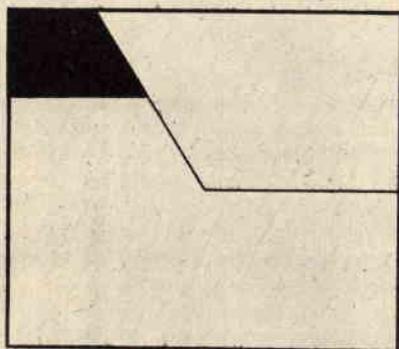

Fig. 2
Ricavare dalla tavola gli elementi del mobiletto è facilissimo. E infatti sufficiente riportare in scala sul legno il disegno della figura e tracciare con un gessetto o una matita, le linee, in base alle quali segherete la tavola (fig. 2).
*Fig. 2* - Per evitare il minor spreco di materiale possibile, ricaveremo i due piani da una tavola di legno di m.1,20 per m.1, ritagliandoli come si vede nella figura.